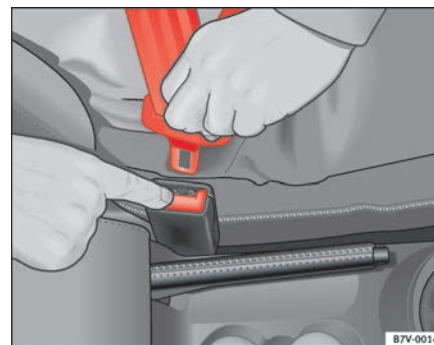

Abb. 16 Lösen der Schloßzunge vom Gurtschloss
- Drücken Sie die rote Taste im Gurtschloss ⇒ Abb. 16. Die Schloßzunge springt heraus ⇒ ⚠.